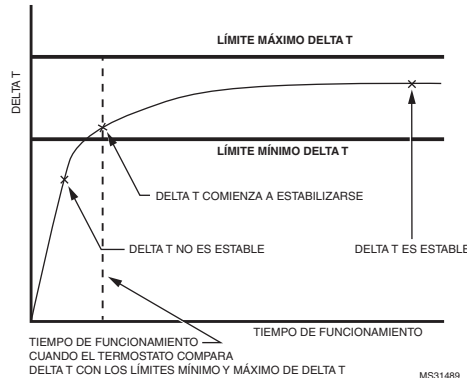

Fig. 7.
2. En sistemas de aire forzado de gas o aceite, Delta T continuará aumentando durante varios minutos incluso después de que Delta T comience a estabilizarse. Cerciórese de que el límite máximo Delta T esté configurado más alto que el estable Delta T previsto. Consulte la Fig. 7.